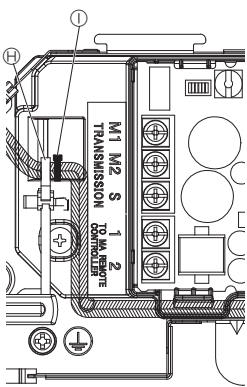

Fig. 5-7
5. Зафиксируйте дополнительный питающий провод с помощью пояса крепления кабеля и обеспечьте отсутствие натяжения. (Fig. 5-7)
- ① Сервисная панель электропроводки
- ② Винт
- ③ Крышка распределительного щита
- ④ Крюк для временной фиксации крышки распределительного щита
- ⑤ Винт
- ⑥ Сдвиньте крышку распределительного щита
- ⑦ Питающий провод дополнительного КОМПЛЕКТА КЛАПАНА
- ⑧ Проводной зажим
- ⑨ Малый пояс крепления кабеля (поставляется вместе с дополнительным КОМПЛЕКТОМ КЛАПАНА)